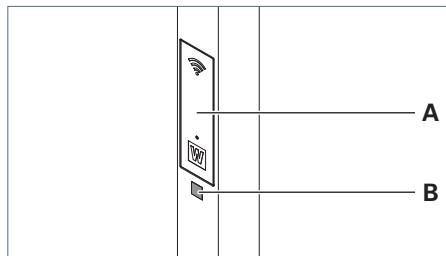

Fig. 30: QR-Code scannen.
- ▶ Scannen Sie den QR-Code **B** der Leuchte, der sich am Standrohr unterhalb der Serviceklappe **A** befindet, siehe Fig. 30.